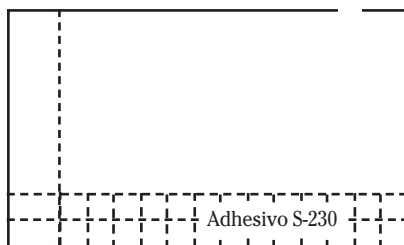

Fig. 3
5. Aplique adhesivo S-230 para sólo dos o tres hileras de baldosas (Fig. 3). El tiempo de trabajo del S-230 es de aproximadamente una hora.